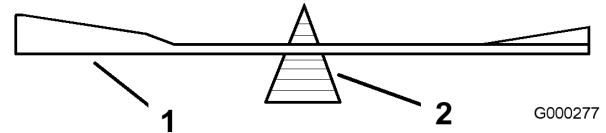

Figura 60
2. Verifique el equilibrio de la cuchilla colocándola sobre un equilibrador de cuchillas (Figura 60). Si la cuchilla se mantiene horizontal, está equilibrada y puede utilizarse. Si la cuchilla no está equilibrada,
rebaje algo el metal en la parte de la vela solamente (Figura 60). Repita este procedimiento hasta que la cuchilla esté equilibrada.